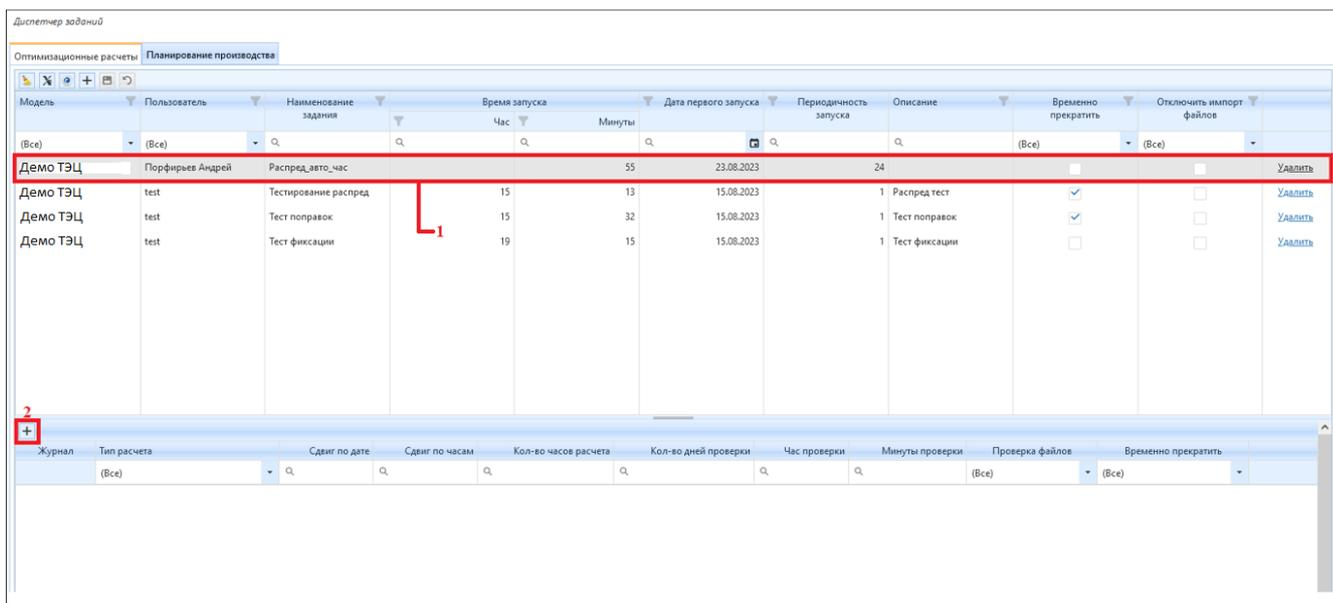

Рисунок 4.1.23 – Порядок привязки автоматического задания к типу расчета
4.1.23). Далее нажмите на кнопку (2) «Добавить строку» (рис. 4.1.23) в нижнем поле с опциями подраздела «Диспетчер заданий» (рис. 4.1.23);
6. После нажатия на кнопку (2) «Добавить строку» (рис. 4.1.23) автоматически появится строка для записей, в которую необходимо ввести настройки. В добавленную строку введите записи с настройками, соответствующие колонкам (рис. 4.1.24):